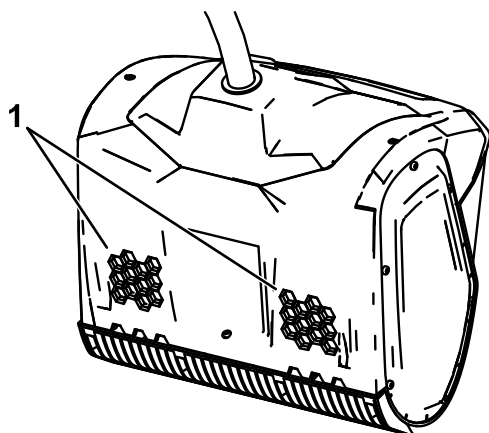

Figura 7
1. Asegúrese de que los orificios de ventilación en la parte trasera de la máquina no presentan nieve ni hielo (Figura 7).